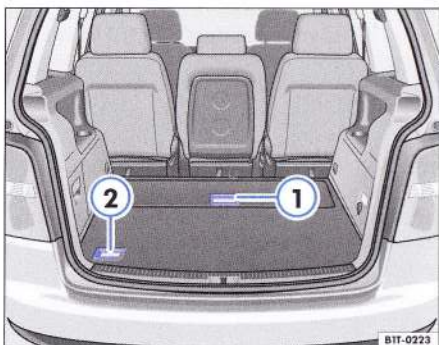

Fig. 86 Compartiment în față și în spate în podeaua portbagajului.
- Rabatați partea din față a podelei portbagajului cu mânerul ⇒ fig. 86 ① în față. ▶
- Rabatați partea din spate a podelei portbagajului cu mânerul ⇒ pagina 94, fig. 86 ② în față.